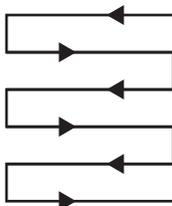

Rys. 14
1. Zwolnij dźwignię rozruchu (2), aby zatrzymać maszynę (rys. 14).